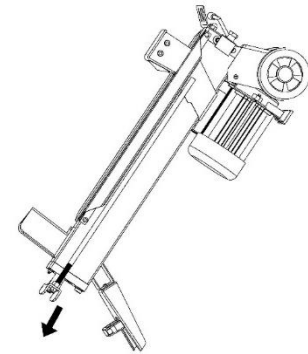

Fig.5
3. Rotiți despicătorul de bușteni pe partea piciorului de sprijin peste un recipient de capacitate de 4 litri pentru a drena uleiul hidraulic (Fig.5).